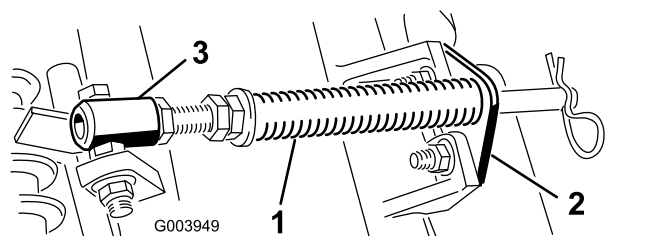

図 4
- A. カッティングユニットのタブにロッドブラケットを固定しているキャリッジボルト2本を外す **図 4**。
- B. スプリングチューブボルトをキャリアフレームのタブに固定しているフランジナットを外して **図 4** アセンブリを取り外す。
注 ボルトは、**図 4** に示すように、頭部が外側にくるように取り付ける。